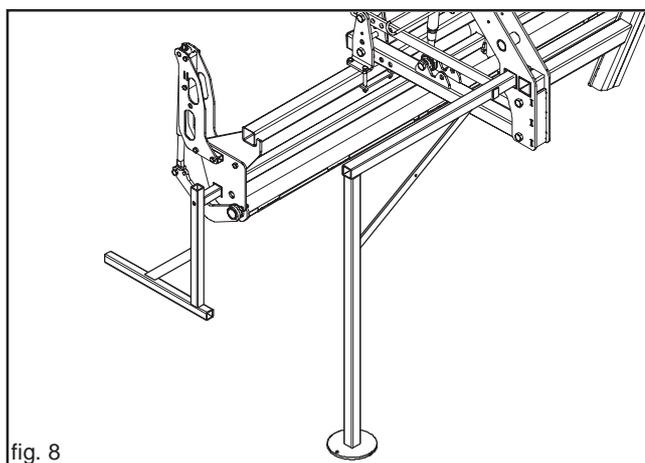

fig. 8
- Die vorderen Stützfüße in Parkposition einsetzen (Abb. 8).
- 6) Die Stützbeine wieder abnehmen (Abb. 8).